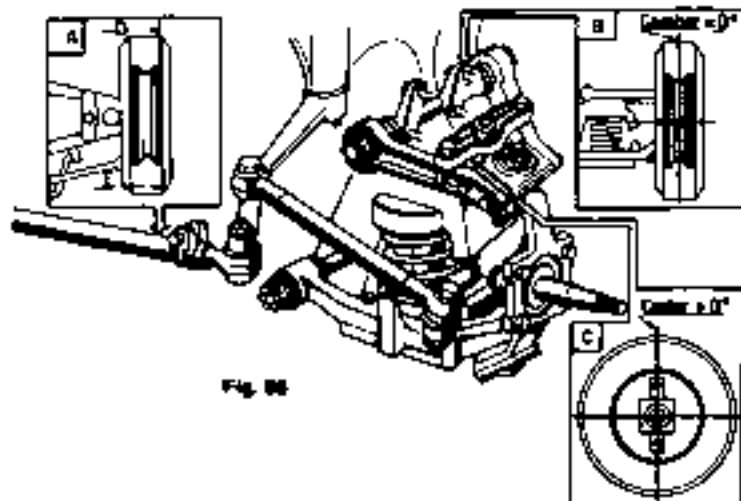

Fig. 66
2. Chiudere il rubinetto superiore acqua, collegabile in un punto situato in una zona elevata (vedi fig. 66 n. 1) e quello sul collettore di aspirazione (ramo a lancia) di fig. 6-10 sul cruscotto.
### GEOMETRISCHE EINSTELLUNG DER VORDERÄDER (Abb. 66)